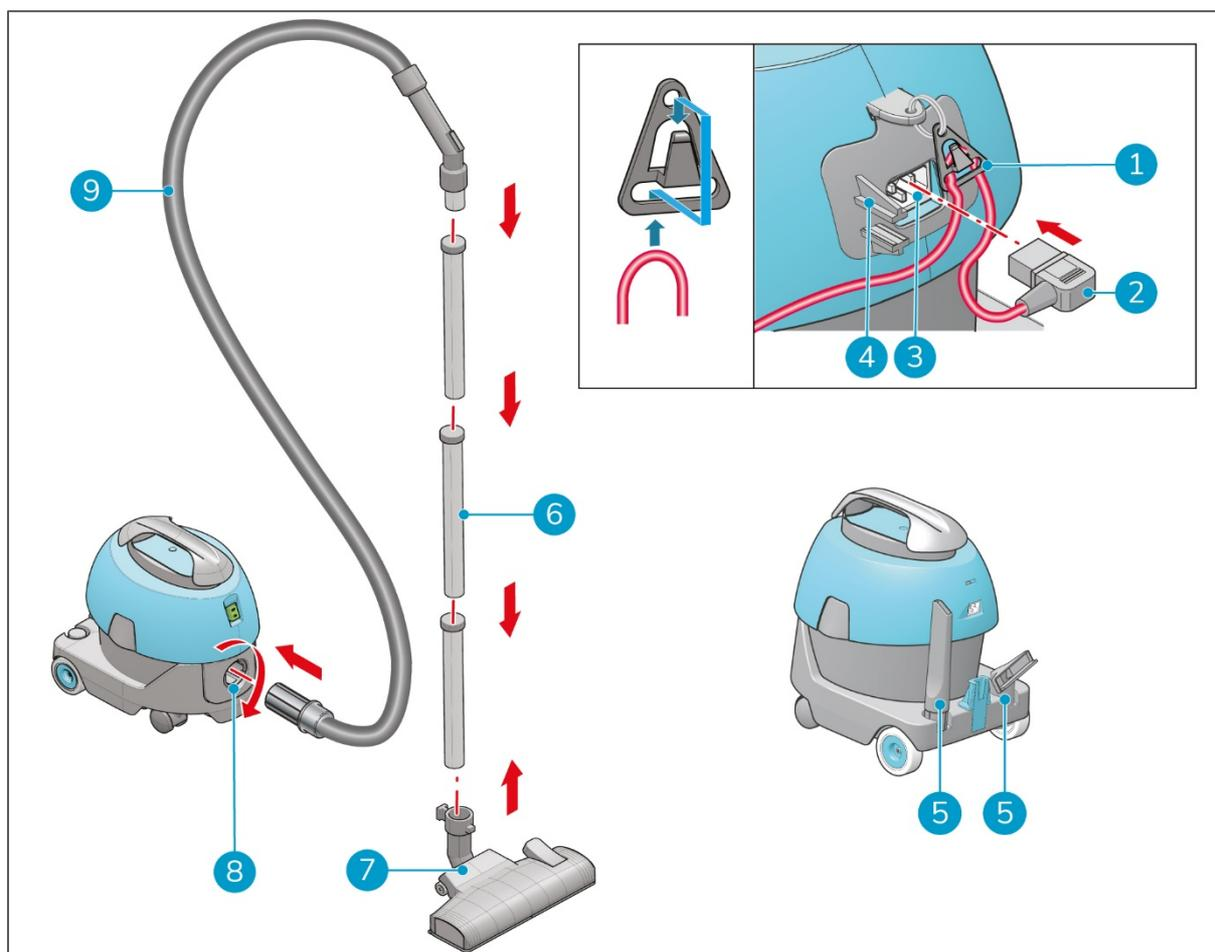

Figure 7
1. Placez le câble d'alimentation dans le réducteur de tension (Figure 7, pos. 1) à une longueur de câble d'environ 10 à 12 centimètres de la machine.
2. Insérez la fiche du câble d'alimentation (Figure 7, pos. 2) dans le connecteur (Figure 7, pos. 3).
3. Insérez la fiche du câble d'alimentation dans la pince (Figure 7, pos. 4).
4. Insérez le tuyau (Figure 7, pos. 9) dans le raccord de tuyau (Figure 7, pos. 8).
6. Insérez le tuyau dans le manche (Figure 7, pos. 6).
7. Fixez l'outil souhaité (Figure 7, pos. 7) sur l'embout fin du manche.
8. Placez les outils non utilisés sur les supports (Figure 7, pos. 5).